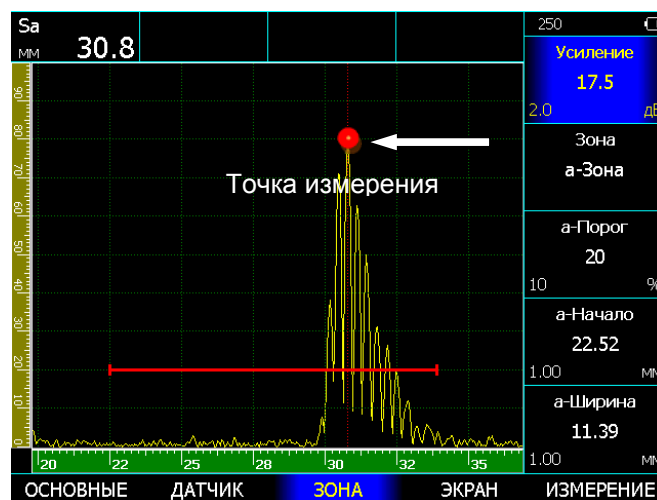

Рис. 3-4 Измерение времени прихода сигнала «по пику»
- время, соответствующее максимальному пику сигнала в зоне контроля (режим – «**по пику**», рис.3.4)